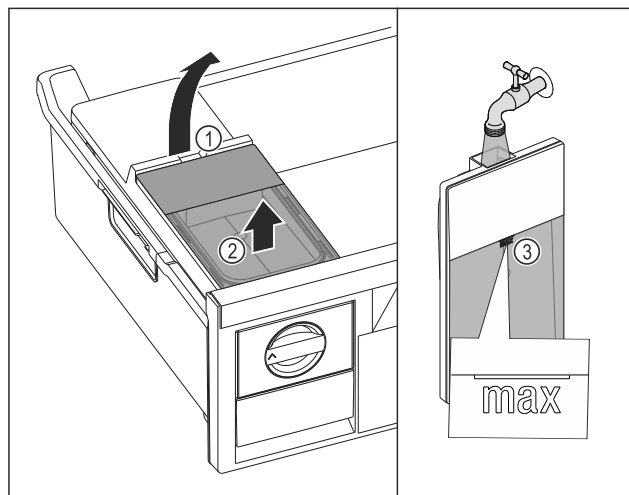

Fig. 123
- ▶ Поднимите бак для воды за выемку Fig. 123 (1).
- ▶ Извлеките бак для воды движением вверх. Fig. 123 (2)
- ▶ Наполните бак для воды питьевой водой до отметки Fig. 123 (3).